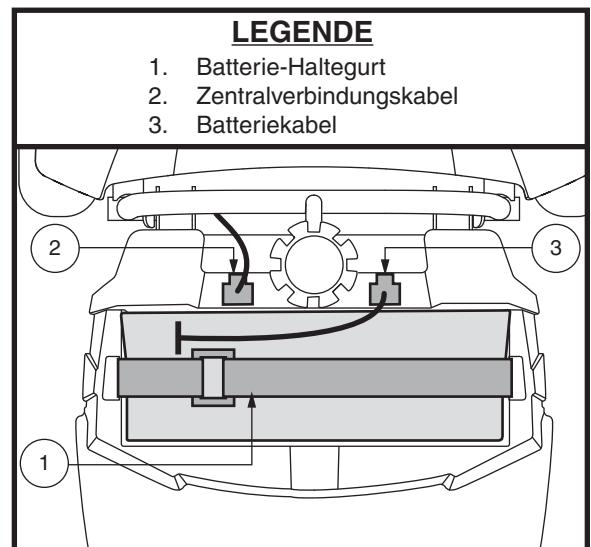

Abb. 21. Batterie-Haltegurt
1. Trennen Sie das Batteriekabel ab und entnehmen das Batteriepack aus dem Elektromobil. **Siehe Abb. 21.**
2. Trennen Sie die Batteriekabel ab und öffnen den Haltegurt. Nehmen Sie das Batteriepack dann aus dem Elektromobil. **Siehe Abb. 21.**